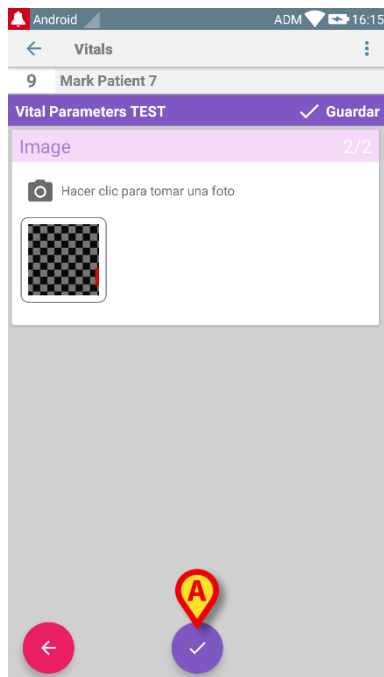

Fig 67
Después de la adquisición de sonido y/o imágenes, para guardar los datos tomados, en la página de toma de fotografías (Fig 67),
- Hacer clic en el  icono (Fig 67 A).